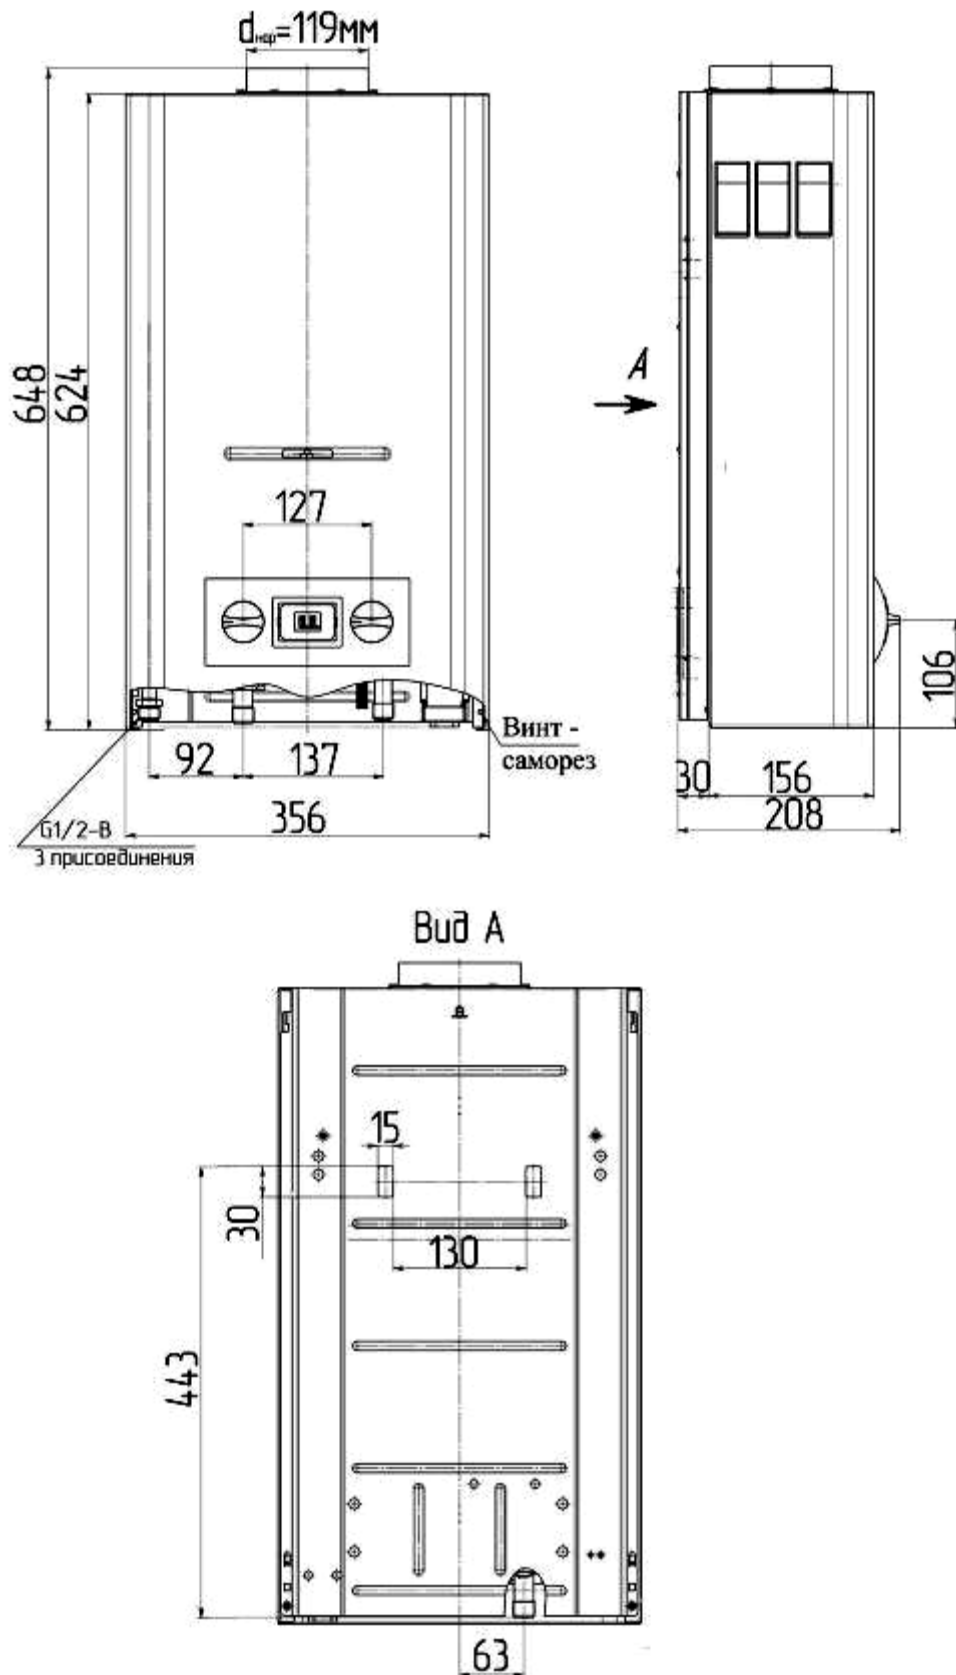

Рисунок 5. Размеры габаритные и монтажные
5.2.5 Аппарат навешивается на закрепленные в стене кронштейны (прилагаются к изделию), с помощью монтажных отверстий на каркасе (рис. 5).